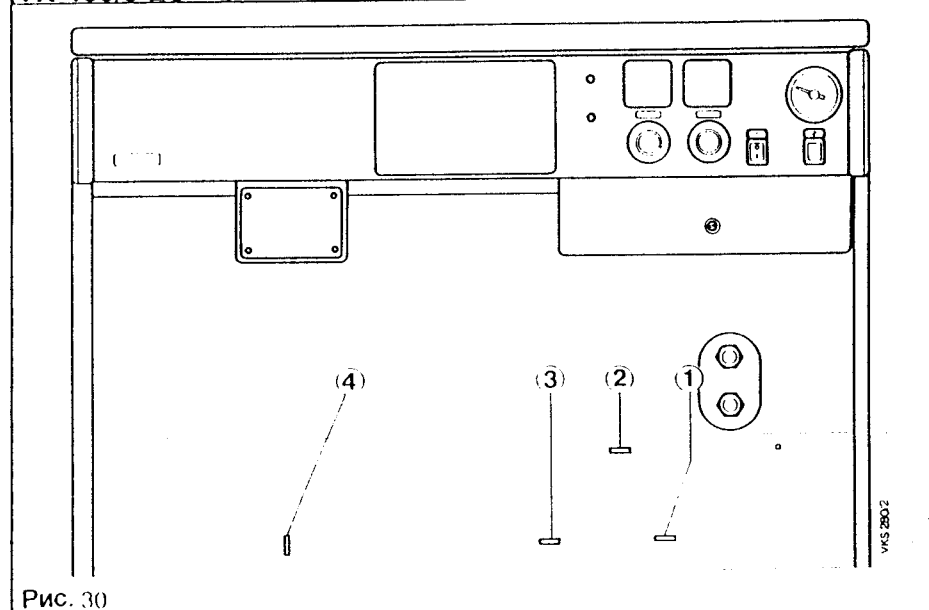

Рис. 30
Распределение кабелей в держателях (K) позиции 1 - 4 см. также рис. 30.